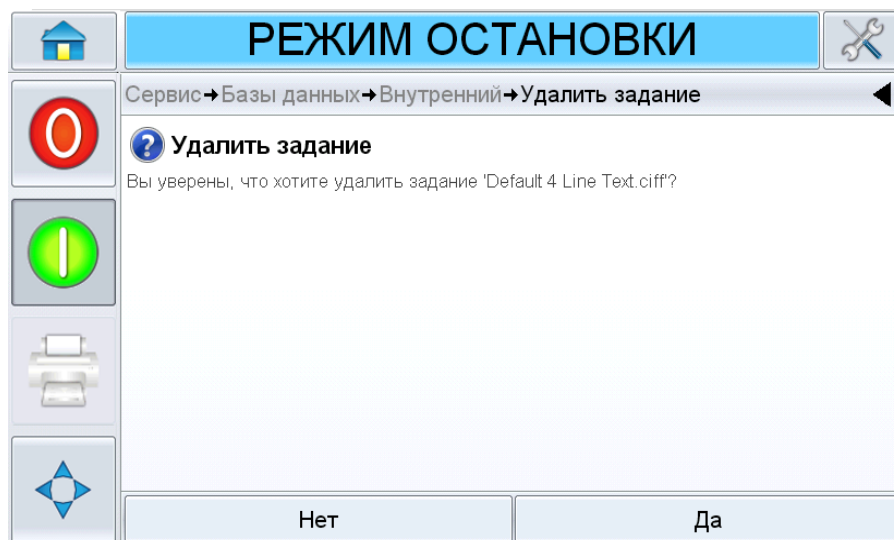

Рис. 6-13: Экран подтверждения
6. Подтвердите удаление задания на печать (Рисунок 6-13).